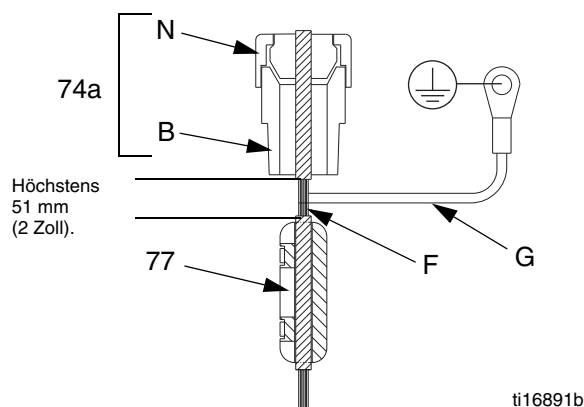

ABB. 13. IS-Schaltbereichsleiter
19. Das IS-Feld-Kabel und die entsprechende Abschirmung durch die leitfähige Zugentlastung (74a) führen und an J2 und J3 anschließen. Siehe ABB. 13 und **Elektro-Schaltpläne**, Seite 10.
20. Siehe ABB. 13. Die Mutter (N) an der Zugentlastung (74a) sicher festziehen. Den Ferrit (77) am Feldkabel (F) anbringen (nicht weiter als 51 mm (2 Zoll) von der Unterkante der leitfähigen Zugentlastung (74a) entfernt). Erdungskabel im Verteilerkasten mit der Erdungsschraube befestigen.
21. Die neue Dichtung (33), die Abdeckung (34) und sechs Schrauben (12) installieren.
22. Das alte Etikett (L) von der Platinenabdeckung (34) entfernen. Das neue Etikett (L) auf der Abdeckung anbringen.
23. Den Messfühler durch Eingabe der Kalibrierungsdaten auf dem neuen Etikett (L) kalibrieren:
24. Die Abdeckung (32) mit zwei Schrauben (12) anbringen.